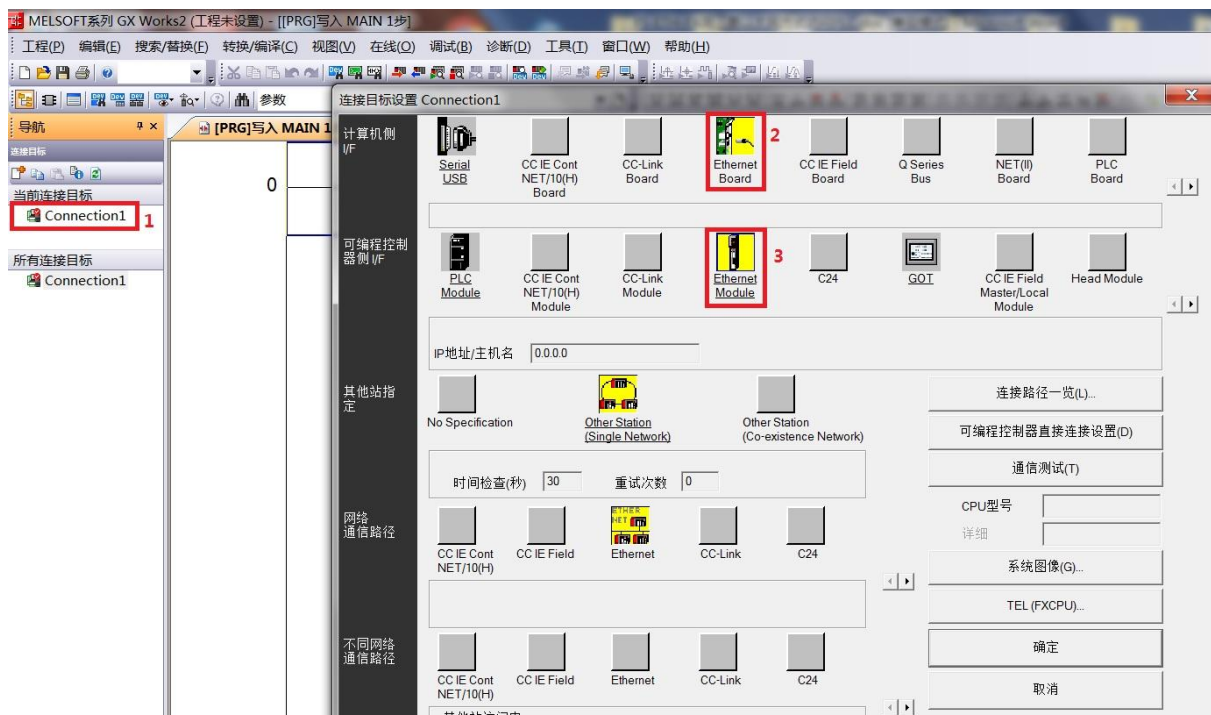

图 3
3、连接目标，计算机侧选择“Ethernet Board”，可编程控制器侧选择“Ethernet Module”，如下面图 3 所示。注：不能选择“PLC Module”这个选项。